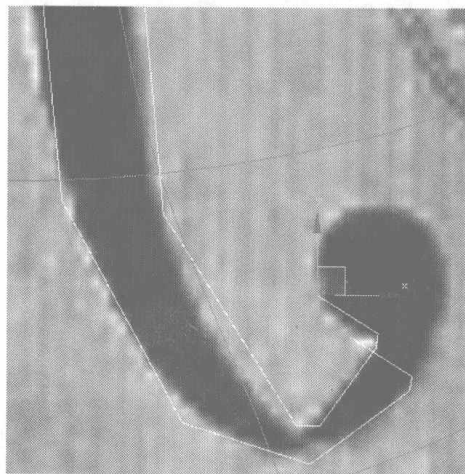
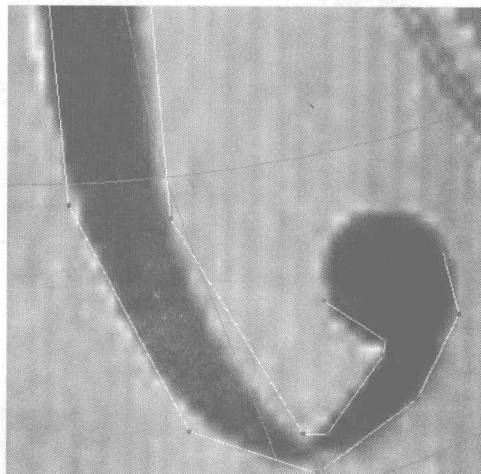
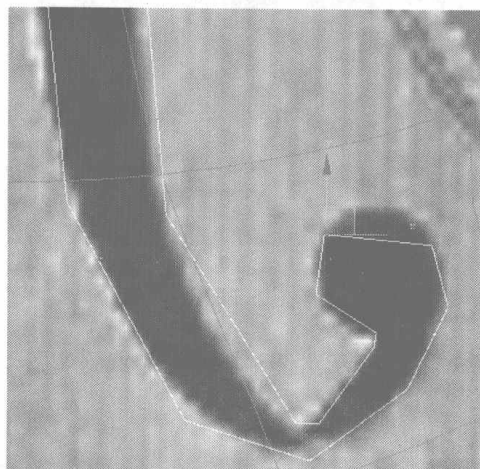
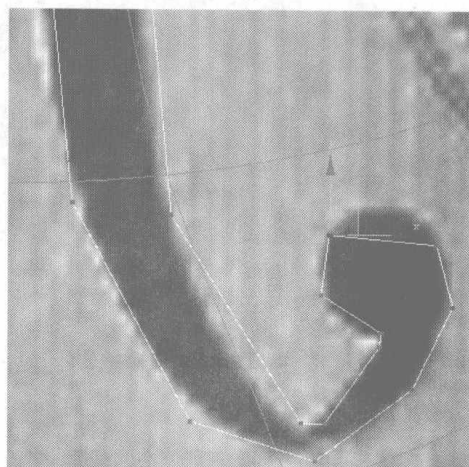

图 5.115
图 5.116
图 5.117
图 5.118
- 11** 在线级别下，按住 Shift 键向外拖动，复制出边沿，如图 5.115 所示。调整模型上的点到如图 5.116 所示的位置。在线级别下，按住 Shift 键向外拖动，复制出边沿，如图 5.117 所示。选择如图 5.118